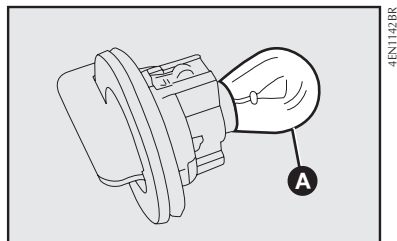

fig. 36
- 2) quitar la lámpara **A-fig. 36**, empujándola un poco y girándola en sentido horario;